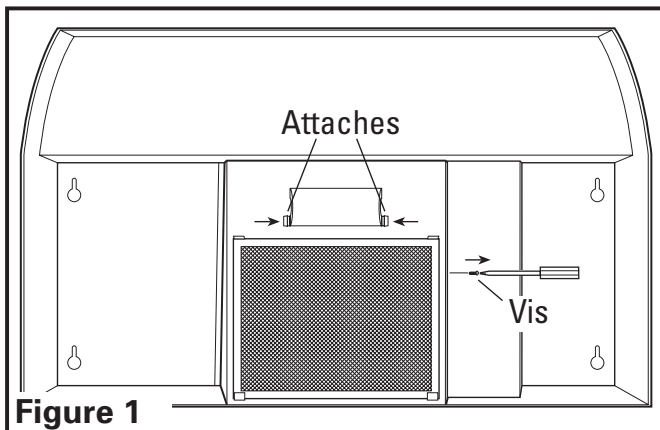

Figure 1
- Retirer les vis du compartiment à filage puis le couvercle de lampe en pressant les deux attaches ensemble (**Figure 1**).